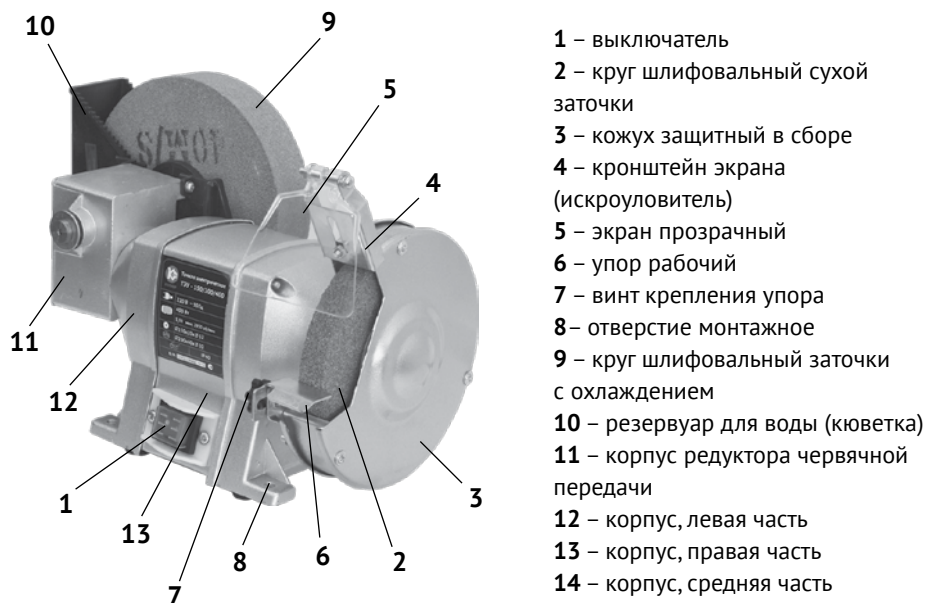
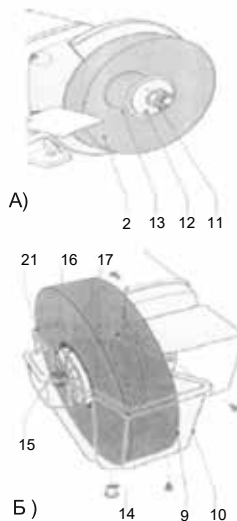
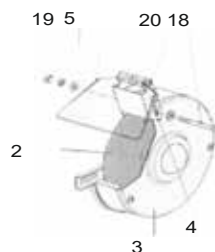

рис.1
рис. 2
рис. 3
1.6 Общий вид точила представлен на рис.1
1.7 Асинхронный двигатель точила расположен в металлическом корпусе состоящем из 3-х частей. Левая (рис.1 поз.12) и правая (рис.1 поз.13) части корпуса являются опорно-несущими для инструмента. На средней части корпуса (рис.1 поз.14), закрывающей двигатель, расположена наклейка производителя и выключатель (рис.1 поз.1). На якорь двигателя справа, между опорным и зажимным фланцами крепится шлифовальный (точильный) круг (рис.1 поз.2) для сухой заточки. Для безопасной работы на корпусе двигателя смонтирован защитный кожух (рис.1 поз.3). На кожухе закреплены: кронштейн прозрачного (защитного) экрана (рис.1 поз.4) и рабочий упор (рис.1 поз.6), обеспечивающий опору затачиваемому инструменту. К левой части корпуса двигателя крепится корпус редуктора (рис.1 поз.11) червячной передачи. Крутящий момент с якоря двигателя передаётся на вал червячной передачи, расположенный перпендикулярно оси двигателя. На вал, между опорным и зажимным фланцами, крепится шлифовальный (точильный) круг (рис.1 поз.9) для заточки с охлаждением. Круг расположен в пластиковом резервуаре (кюветке) с водой (рис.1 поз.10), закреплённом на корпусе редуктора.
1.8 Выключатель (рис.1 поз.1) расположен на средней части корпуса точила
(рис.1 поз.14). Он имеет два фиксированных положения, обозначенных символами: «I» - включено и «0» - выключено.
2.1.1 Установите точило на верстаке (рабочем столе) и закрепите винтами (саморезами), используя крепёжные отверстия (рис.1 поз.8).
2.1.2 Закрепите на кожухе, используя крепёж из комплекта поставки, рабочий упор (рис.1 поз.6) и кронштейн (рис.1 поз.4) защитного прозрачного экрана (рис.1 поз.5).
2.2.1 Замена круга сухой заточки иллюстрирует рис.2 А:
- открутив три винта, снять наружную часть защитного кожуха (рис.1 поз.3);
- открутив зажимную гайку (рис.2А поз.11), снять с ротора зажимный фланец (рис.2А поз.12) и использованный круг (рис.2А поз.2);
- очистить опорный (рис.2А поз.13) и зажимный (рис.2А поз.12) фланцы от абразивных частиц;
2.2.2 Замена круга «мокрой» заточки иллюстрирует рис.2 Б:
- слив воду из резервуара (рис.2Б поз.10), снять его с корпуса редуктора (рис.1 поз.11);
- открутив зажимную гайку (рис.2Б поз.15), снять с вала зажимный фланец (рис.2Б поз.16) и использованный круг (рис.2Б поз.9);
- очистить опорный (рис.2Б поз.17) и зажимный фланцы;
2.2.3 Регулировка кронштейна экрана - искроуловителя (см. рис.3)
Экран прозрачный (рис.1 поз.5) защищает глаза и руки оператора от искр, летящих от затачиваемого инструмента. Всегда используйте его при работе. При первоначальной установке и по мере износа шлифовального круга сухой заточки, периодически проводите регулировку установки кронштейна экрана (рис. 3 поз.4). Кронштейн экрана (искроуловитель) устанавливается на минимальном расстоянии от поверхности круга (2 мм). Это позволяет задерживать абразивные частицы, отлетающие от круга в сторону оператора.
- ослабить крепление кронштейна экрана (гайка – поз.19 и винт – поз.18 рис.3);
- сдвинуть на минимальное (2 мм) расстояние нижнюю кромку кронштейна (рис.3 поз.4) от поверхности круга (рис.3 поз.2);
- закрепить кронштейн в нужном положении винтом (рис.3 поз.18);
- установив прозрачный экран (рис.1 поз.5) в нужном положении, зафиксировать его гайкой (рис.3 поз.20).
Для компенсации износа шлифовального круга необходимо периодически производить регулировку рабочего упора (рис.1 поз.6):
- ослабить винты крепления упора (рис.1 поз.7);
2.2.6 Рекомендации при заточке с охлаждением (см. рис.2Б)
Мелкозернистый круг (рис.2Б поз.9) предназначен для окончательной «доводки» затачиваемого инструмента.
- перед началом работы проверить, закрыто-ли сливное отверстие кюветки пробкой (рис.2Б поз.14);
- заполнить кюветку (рис.2Б поз.10) водой до погружения нижнего края круга минимум на 2 см.;
- по окончании работы слить воду, открыв пробку (рис.2Б поз.14), промыть резервуар.